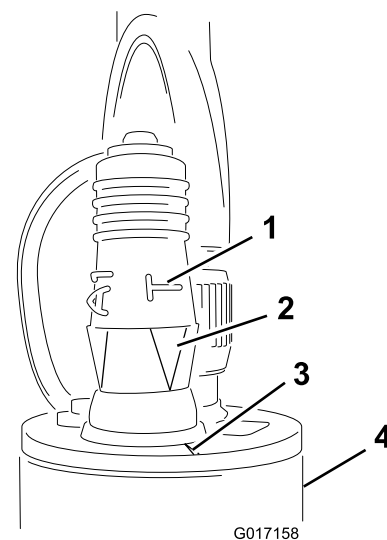

Figure 22
3. Posez la fiche de programmation sur le capteur (Figure 22).
Important: Veillez à bien aligner la flèche sous le « T » couché et le cran sur le bord supérieur du capteur (Figure 22).